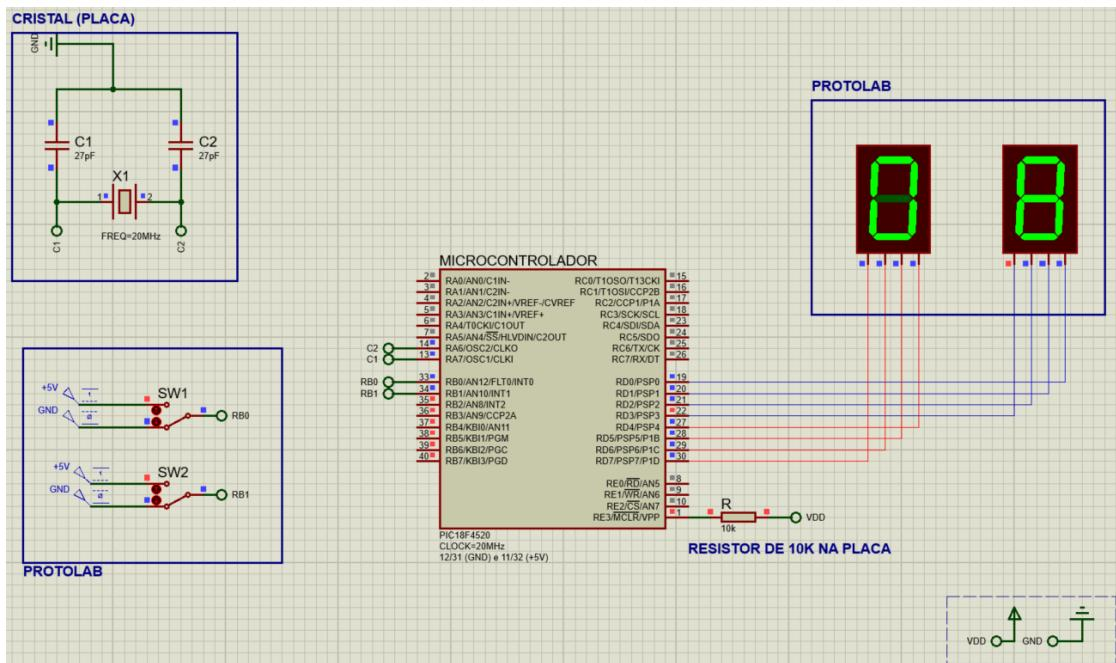

Figura 1.3: Circuito da prática 03 simulado no Proteus.
2. Se todas as conexões e o arquivo .hex estiverem corretos, o programa será executado, conforme ilustrado na Figura 1.3.